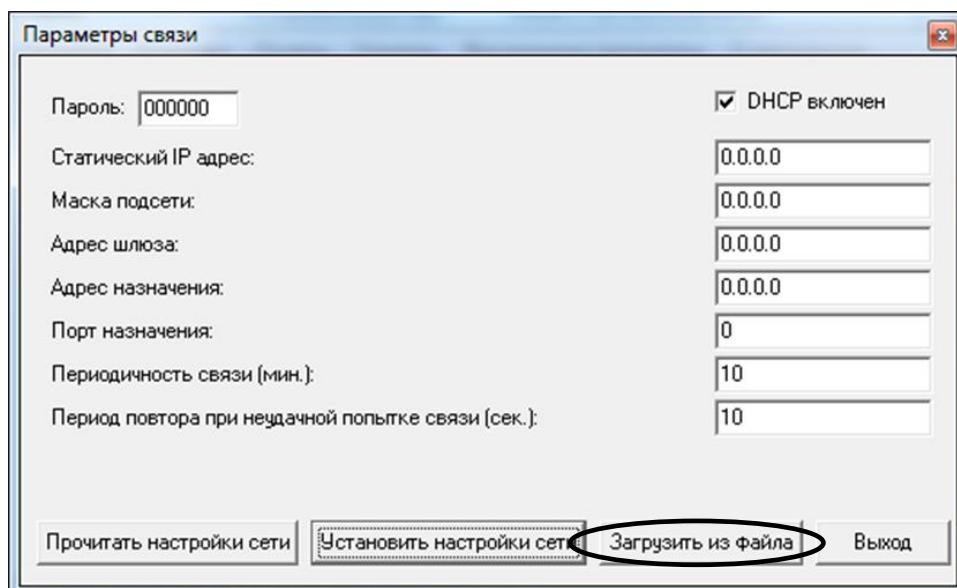
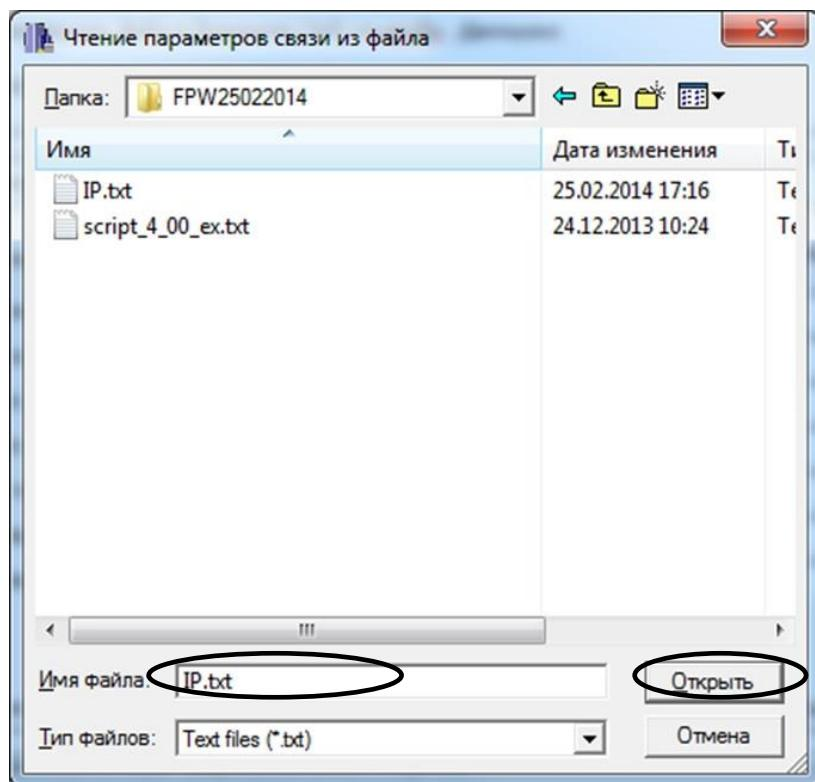

Рисунок 32
Рисунок 34
У вікні «Параметри зв’язки» з’являться параметри налаштування запрограмовані у пам’ять реєстратора (рисунок 32).
6.1.7 Для завантаження параметрів із текстового файлу натиснути кнопку «Загрузить из файла» (рисунок 32). У вікні, що з'явиться обрати файл з параметрами зв'язку реєстратора (рисунок 34). Натиснути «Открыть».